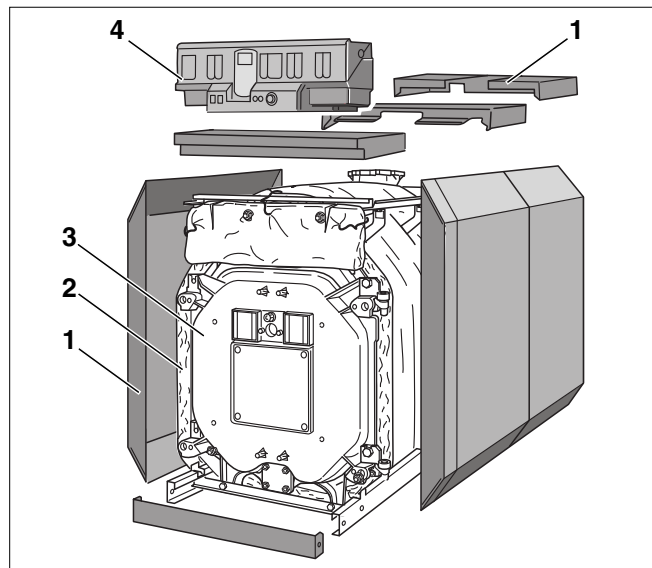

Abb. 1 Öl-/Gas-Spezialheizkessel Logano GE515
- Kesselblock (Abb. 1, **Pos. 3**).
- Kesselmantel (Verkleidung, Abb. 1, **Pos. 1**), Wärmeschutz (Abb. 1, **Pos. 2**).
- Regelgerät (Abb. 1, **Pos. 4**)